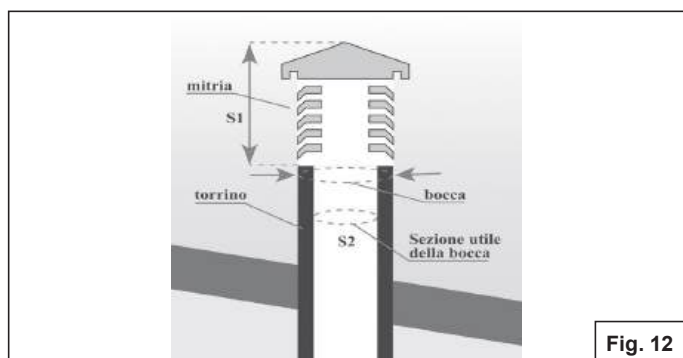

Fig. 12
**COMIGNOLO:** L'ultimo tratto della canna fumaria deve essere predisposto con il cosiddetto comignolo (Fig.12).